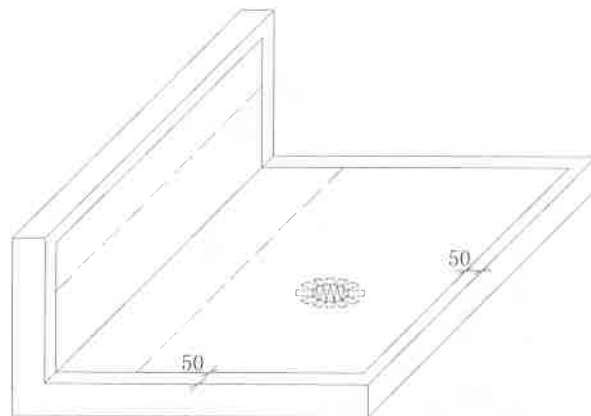

图 11 涂料防水操作完成外观样式
⑥在阴角加强层防水涂料表干后，进行大面（平面及立面）涂料防水层施工。大面涂料防水采用无纺布 C 做胎体增强，“涂料+无纺布+涂料”作为一道工序连续完成，待涂层表干后，全部表面涂刷最后一道涂料。立面与平面的无纺布为连续整块。
⑦平面对无纺布 C 在水落口部位应采用“瓜分”的方法将无纺布破开，并向水落口内弯折贴实。水落口无纺布应均匀“瓜分”12 等份。
⑧涂料防水层施工完成最终样式（见图 11）。